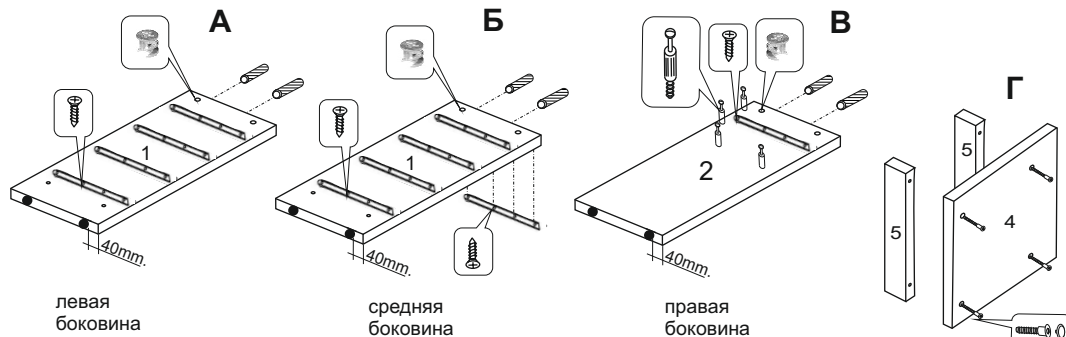

Рис.1 Подготовка к сборке стола
1. К нижним торцам боковин (дет. 1,2) приклейте подпятники (Ф-9). Установите шканты (Ф-8) в торцевые отверстия, а в отверстия диаметром 15 мм вставьте эксцентрики (Ф-2) (рис. 1 А,Б,В).
2. В отверстия диаметром 5 мм на средней и правой боковых вверните винты эксцентриков (Ф-1) (рис. 1 В).
3. Установите направляющие 450 мм (Ф-13) на левую и среднюю боковины (дет. 1) в надсверленные отверстия саморезами 3,5x15 (Ф-11) (рис. 1 А,Б) (см. раздел **Установка направляющих**).
4. Аналогичным образом установите направляющие 400 мм (Ф-14) на обратную сторону средней боковины (дет. 1) и на правую боковину (дет. 2) в надсверленные отверстия саморезами 3,5x15 (Ф-11) (рис. 1 Б,В) (см. раздел **Установка направляющих**).
5. Закрепите цоколя (дет.5) к дну тумбы (дет.4) с помощью конфирматов (Ф-7) (рис. 1Г).